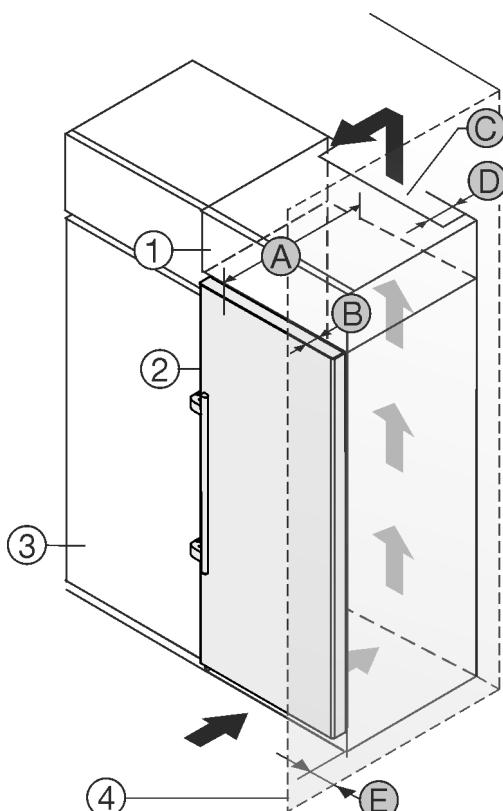

Fig. 2
Prietaisą galite statyti iš karto šalia virtuvės spintelės Fig. 2 (3).*
Galinėje uždedamos spintelės pusėje turi likti tarpas ventiliacijai, kurio gylys Fig. 2 (D) būtų per visą uždedamos spintelės plotį.*
Po patalpos lubomis turi būti laikomasi védinimo angos skerspjūvio Fig. 2 (C).*
Jei prietaisas su lankstaais statomas greta sienos Fig. 2 (4), mažiausias atstumas tarp prietaiso ir sienos turi būti 57 mm . Tai atitinka rankenų išsikišimą esant atvertoms durims.*
Kad durys atsidarytu iki galio, palyginti su šaldytuvo priekiu, prietaisas turi išsikišti bent per savo durų gylį Fig. 2 (B). Priklausomai nuo virtuvės spintelės Fig. 2 (3) gylio ir atstumą iki sienos nustatancių detalių naudojimo, prietaisas gali išsikišti daugiau.*